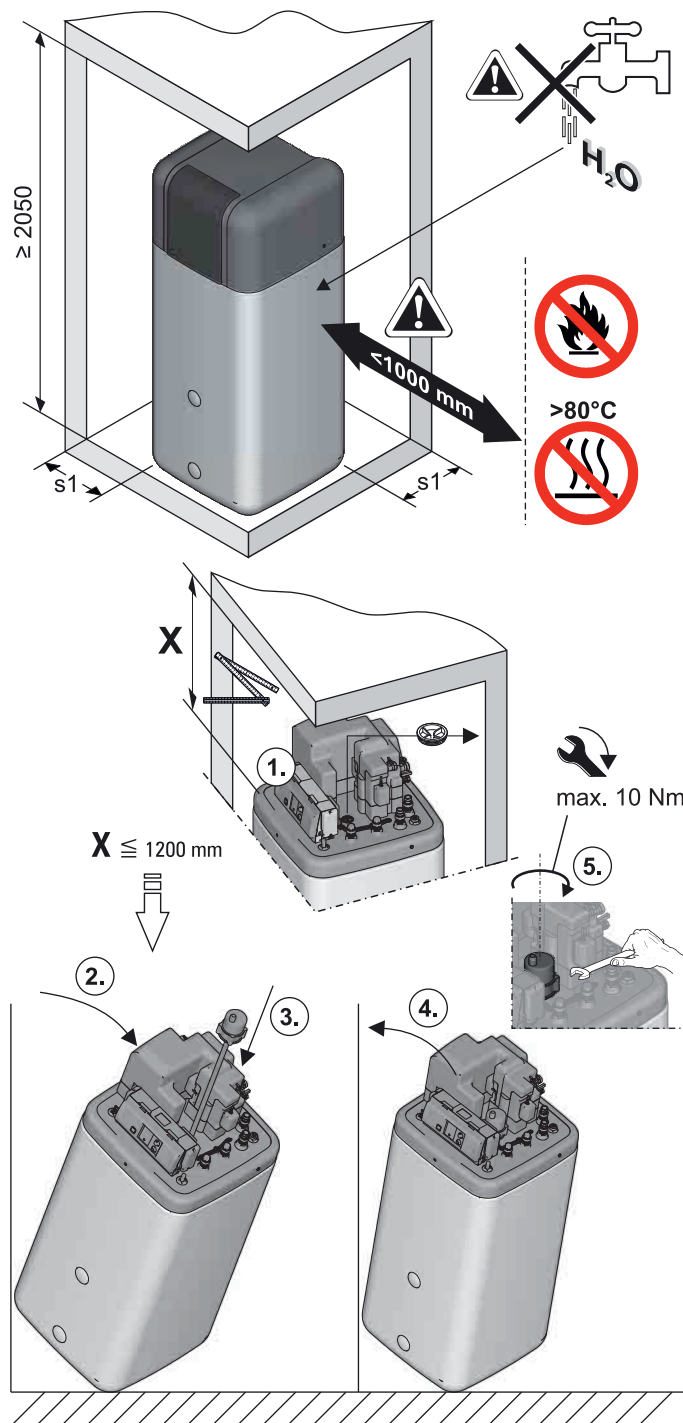

Fig. 4-5 Installazione (rappresentata su ROTEX HPSU compact 508/516 ...con montaggio del backup-heater opzionale)
- Distanze raccomandate (fig. 4-5):
- Se necessario montare un Backup-Heater (BUxx) opzionale in ROTEX HPSU compact (fig. 4-5).